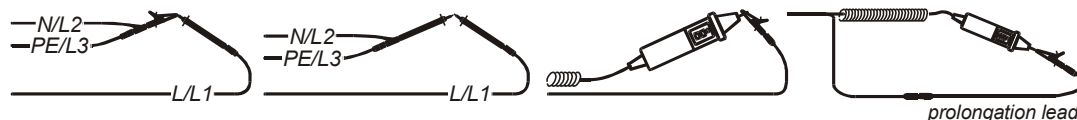

Figura 5.13: Puntali in cortocircuito
- ❑ **Collegare** il cavo di prova allo strumento e mettere in cortocircuito i puntali (vedere figura 5.13).